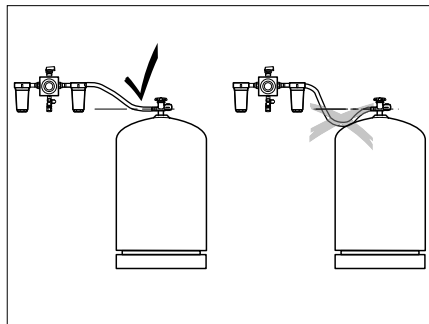

Fig. 245 Posa dei tubi flessibili ad alta pressione
- ▷ Nella posa dei tubi flessibili ad alta pressione verificare che i tubi siano sempre in pendenza verso l'alto (Fig. 245).